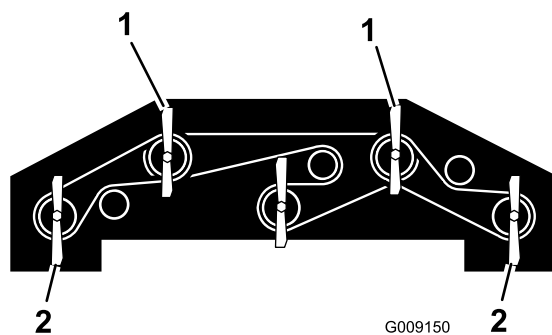

Figure 105
1. Tournez chaque lame pour qu'elle pointe vers l'avant (Figure 105).